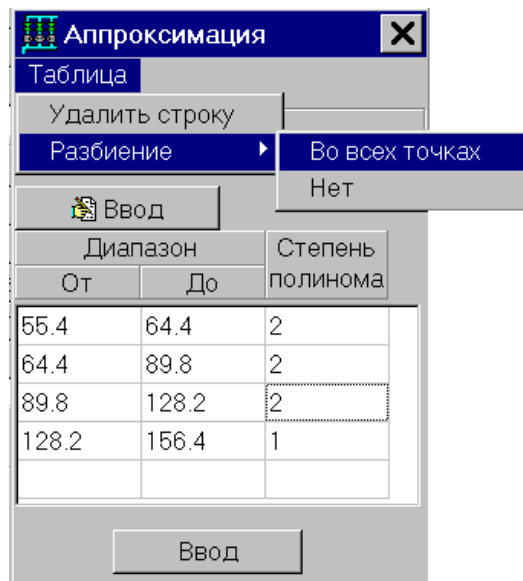

Рис. 43
- в появившемся меню (Рис. 43) выбрать **Удалить строку**.
- в появившемся меню (Рис. 43) выбрать **Разбиение**;